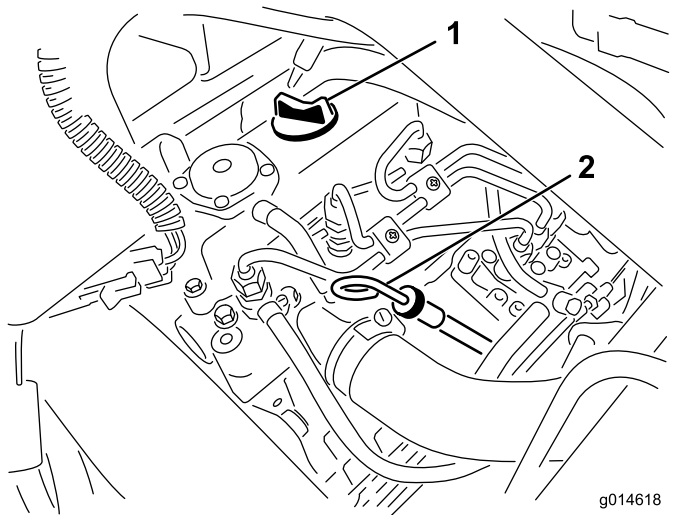

Figura 27
2. Togliete l'asta di livello ed asciugatela con un panno pulito (Figura 27).